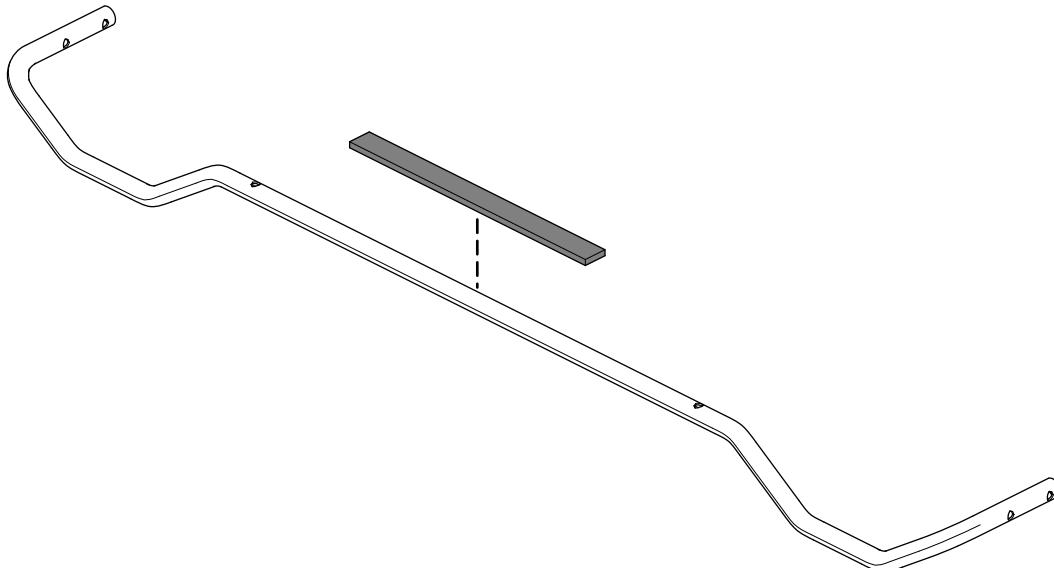

Рисунок 18
1. Прикрепите подкладку из пеноматериала к опорной трубе навеса (Рисунок 18).